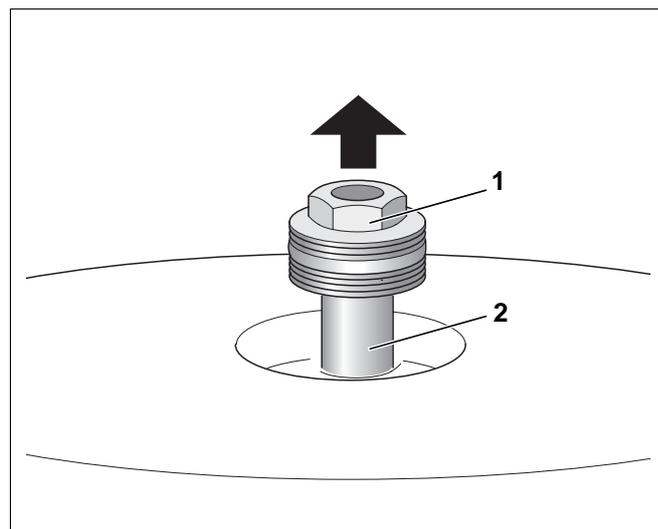

fig. 12 Substituir o ânodo de magnésio
- Soltar o sextavado (fig. 12, **pos. 1**) do ânodo de magnésio com uma chave de luneta SW32.
- Desaparafusar o ânodo de magnésio (fig. 12, **pos. 2**).
- Quando o ânodo de magnésio estiver gasto, monte um novo, conforme apresentado na fig. 12.